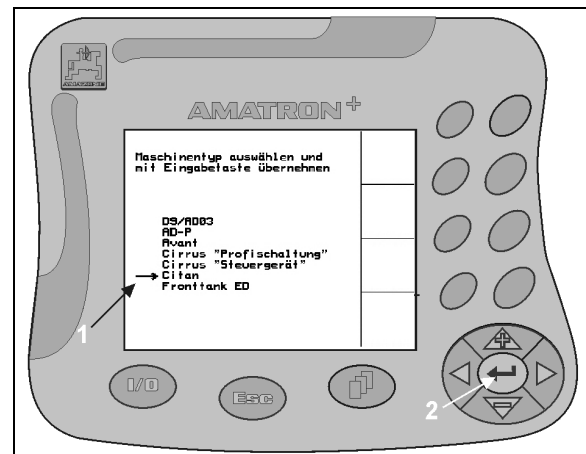

Fig. 16
- Auswahlpfeil (Fig. 16/1) mit  und  positionieren.
-  Die Auswahl übernehmen (Fig. 16/2).